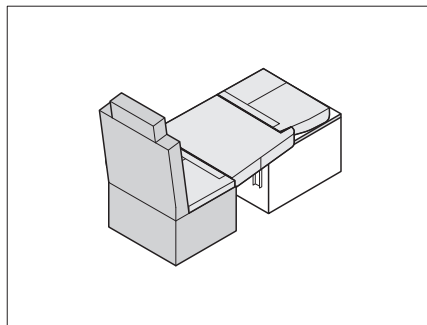

Bild 219 Sitzpolster positionieren
- Sitz- und Zusatzpolster wie in Bild 219 gezeigt auf den abgesenkten Tisch auflegen.